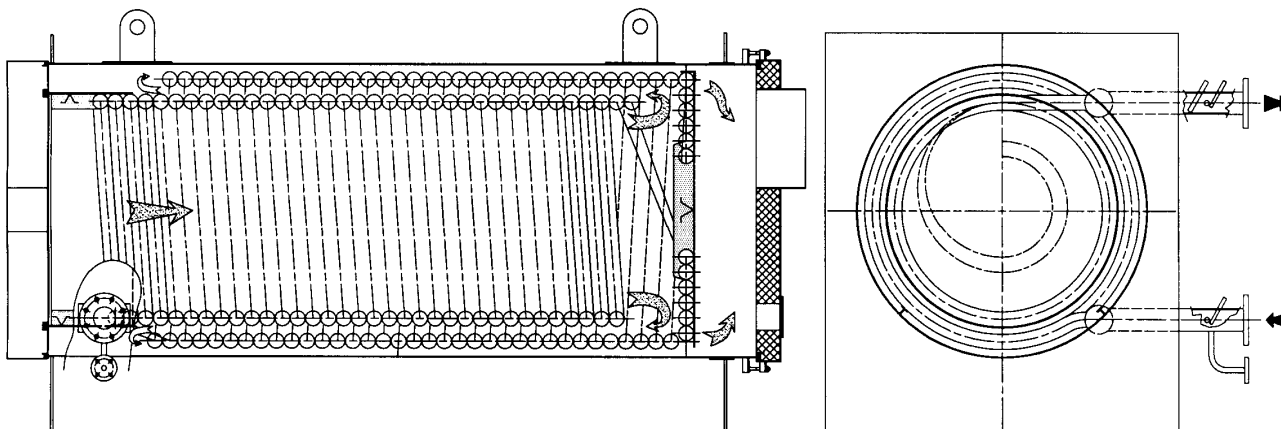

Fig. 1
- Cu putere de $100.000 \div 1.500.000$ kcal/h (Fig. 1)